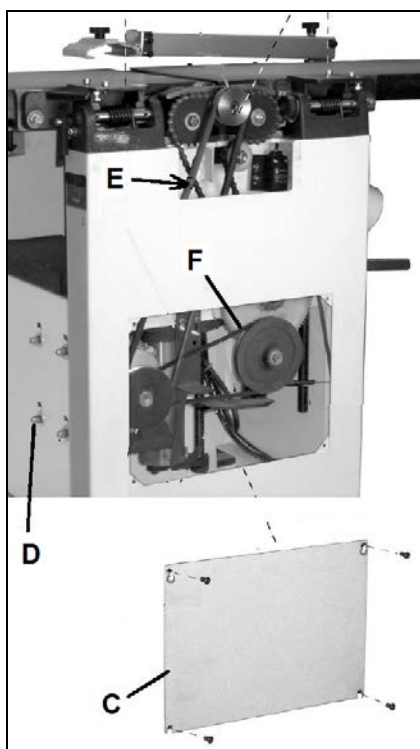

Fig 14
Zum Nachspannen des Riemens, die untere Abdeckung (C, Fig 14) entfernen, die 4 Muttern (D) lösen und den Motor absenken.